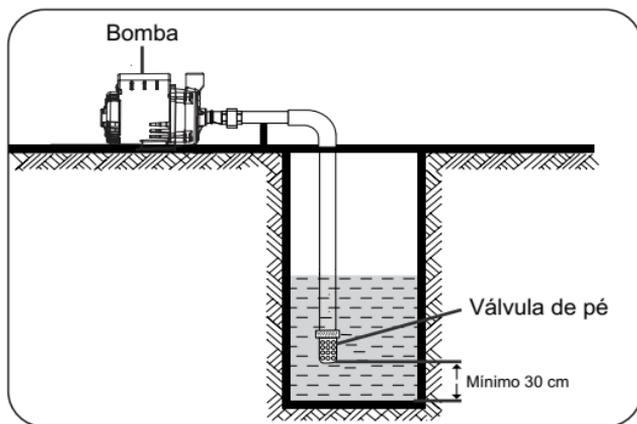

Figura 3
5.5 Quando o pressurizador for instalado acima do nível de captação, a tubulação de sucção deverá prever uma válvula de pé ou crivo (válvula de fundo de poço). A válvula de pé manterá a bomba escorvada, ou seja, manterá a bomba e a tubulação de sucção preenchida com o líquido quando o sistema for interrompido (ver figura 3).
5.6 A válvula de pé deve ficar, pelo menos, 30 cm acima do fundo, no centro do poço ou cisterna e deve-se garantir uma coluna de água suficiente para que não entre ar pela mesma. (ver figura 3).